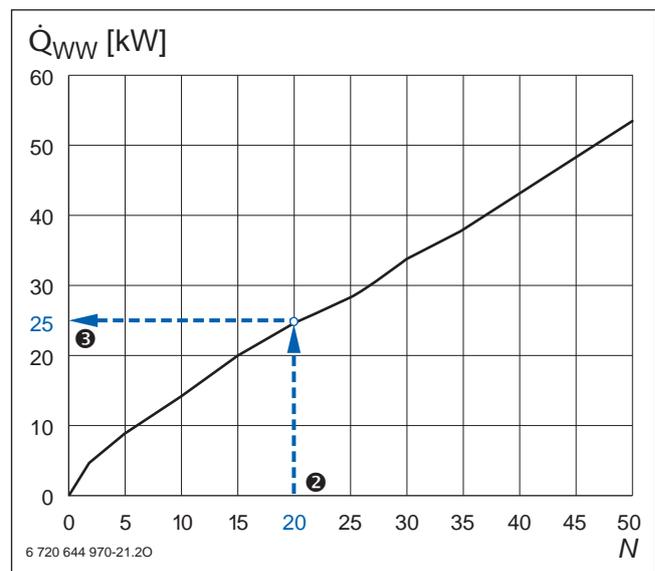

Bild 19 Kesselzuschlag für die Warmwasserbereitung nach der Bedarfskennzahl N ; Beispiel blau hervorgehoben
3. Die Kesselleistung \dot{Q}_K muss mindestens so groß sein wie die Summe aus dem Wärmebedarf des Gebäudes $Q_{N,Geb}$ und einem Kesselzuschlag \dot{Q}_{WW} für die Warmwasserbereitung. Als Schätzwert wird die Größe der Bedarfskennzahl N als Kesselzuschlag (in kW) angenommen. Ein Berechnungswert für die Höhe des Kesselzuschlags \dot{Q}_{WW} ergibt sich aus Bild 19.
Ablesen (→ Bild 19)
Im Bereich 20 ... 30 Wohnungen überwiegt der Leistungsbedarf für den Speicher, der Heizkessel ist also größer auszulegen. Ob die Vergrößerung ausreicht, ist aus Bild 19 abzulesen.
- Differenz bilden und diese mit Bild 19 vergleichen.